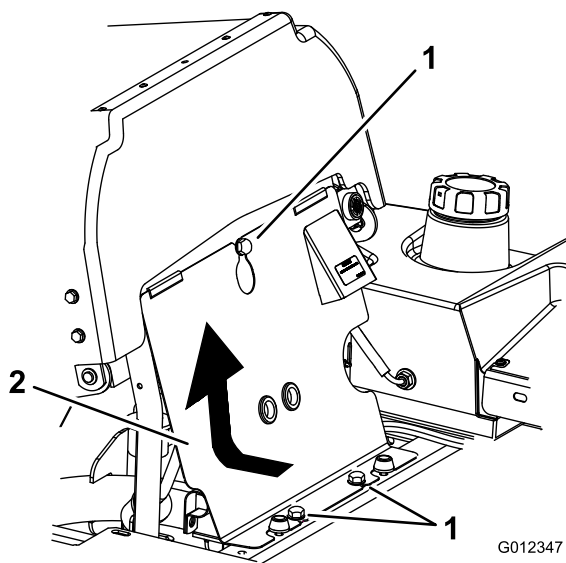

Figura 69
3. Incline el asiento hacia adelante, afloje los pernos y retire el panel delantero del motor (Figura 69).